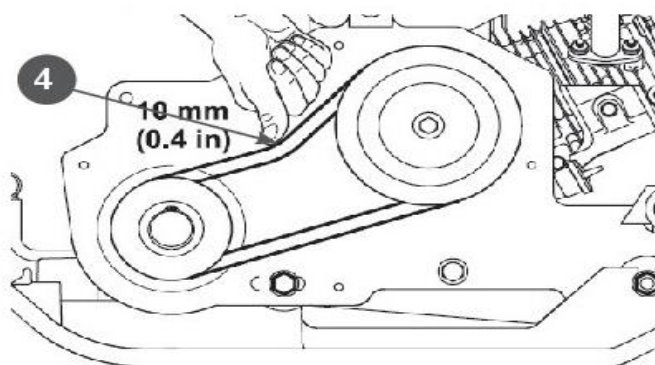

Рис.9. Проверка натяжения приводного ремня
4. Сожмите ремень 4 посередине между шкивами (рисунок 9). При нажатии на ремень рукой сверху максимальный прогиб не должен превышать 10мм.